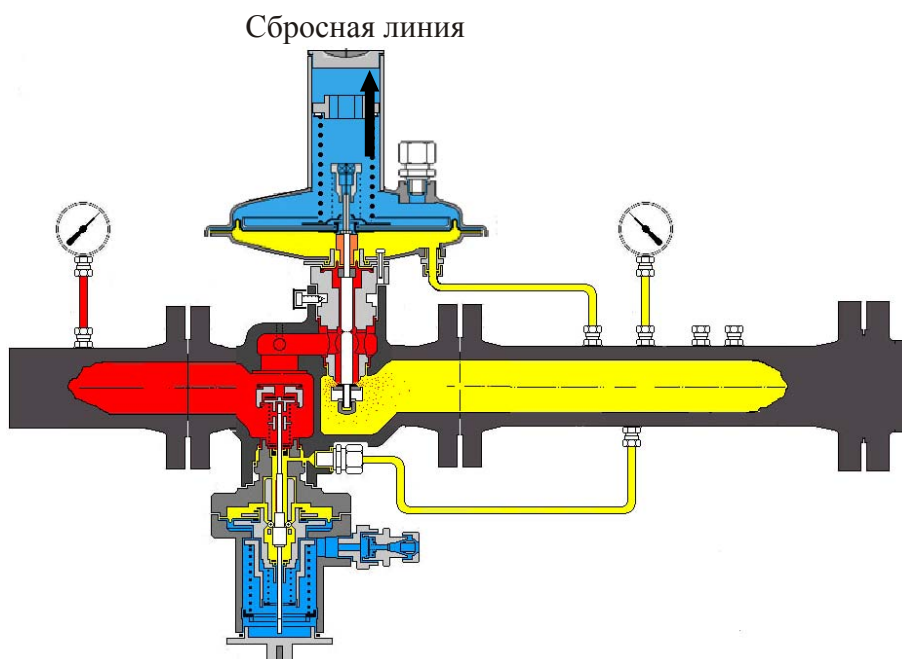

Рисунок 6 –Рекомендуемая схема монтажа регулятора HON330
7.2.3 Произвести монтаж регулятора, как показано на рис.6. При монтаже стрелка на корпусе регулятора должна быть направлена к газопотребляющему оборудованию. Входной и выходной фланцы трубопровода должны быть строго параллельны друг другу. Запрещается устранять непараллельность и излишний зазор подводящих фланцев путем перетягивания крепежных болтов. Рекомендуемые длины соединительных болтов: